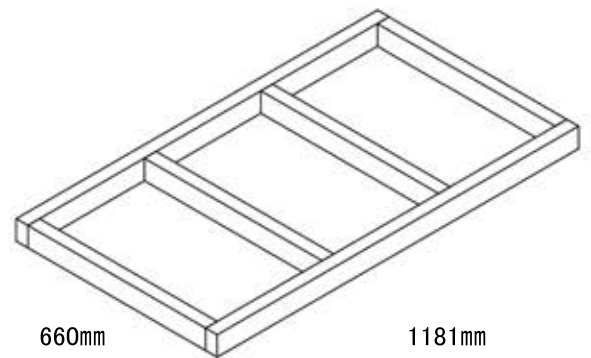

FIG. P12-3
- 根太ボックス(1181x660mm)の完成。図P12-3